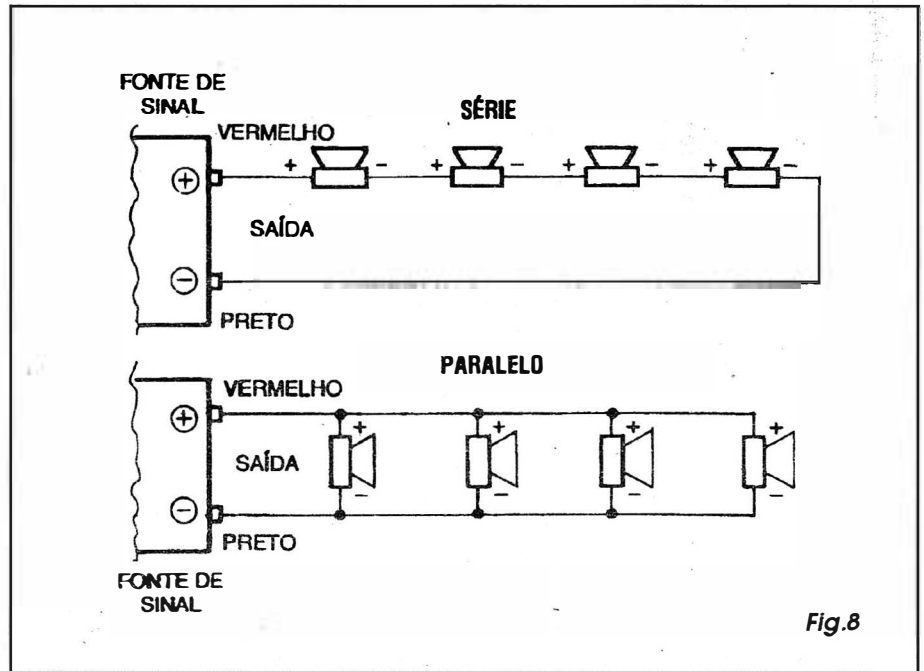

Fig.8
- FIG. 8 - A IMPORTANCIA DO FASEAMENTO, EM SISTEMAS COM MÚLTIPLOS ALTO-FALANTES... - Vale lembrar que em sistemas de som simples, dotados de apenas um alto-falante, sem caixas acústicas, e com sinais fornecidos por geradores de sinal desprezíveis quanto à potência, rendimento e fidelidade, esse *negócio* da FASE ou da POLARIDADE do alto-falante não tem assim tanta importância... Entretanto, ao serem estruturados sistemas com vários alto-falantes, normalmente instalados em caixas acústicas (sonofletores), o fator FASE/POLARIDADE deixa de ser uma mera *frescura*, para tornar-se importante no con-